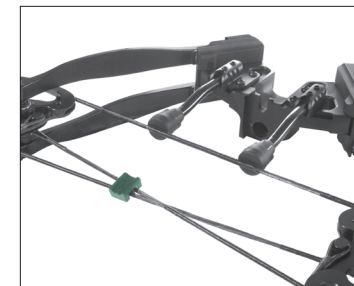

FIGURA 1
- En primer lugar, conecte la corredera del cable (Parte C) a los cables fijando los dos cables en las dos ranuras de la corredera de cable. El extremo más ancho de la corredera del cable debe mirar hacia la parte posterior de la ballesta y los cables deben cruzarse del lado derecho del soporte de las palas, como se muestra en la Figura 1.